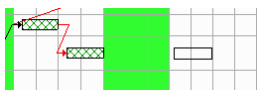

Рис.3.19. Перетаскивание работ на временной шкале.
2. Нажмите левой кнопкой мыши на работе и, удерживая клавишу <Shift>, перетащите прямоугольник влево и вправо по шкале (рис. 3.19).